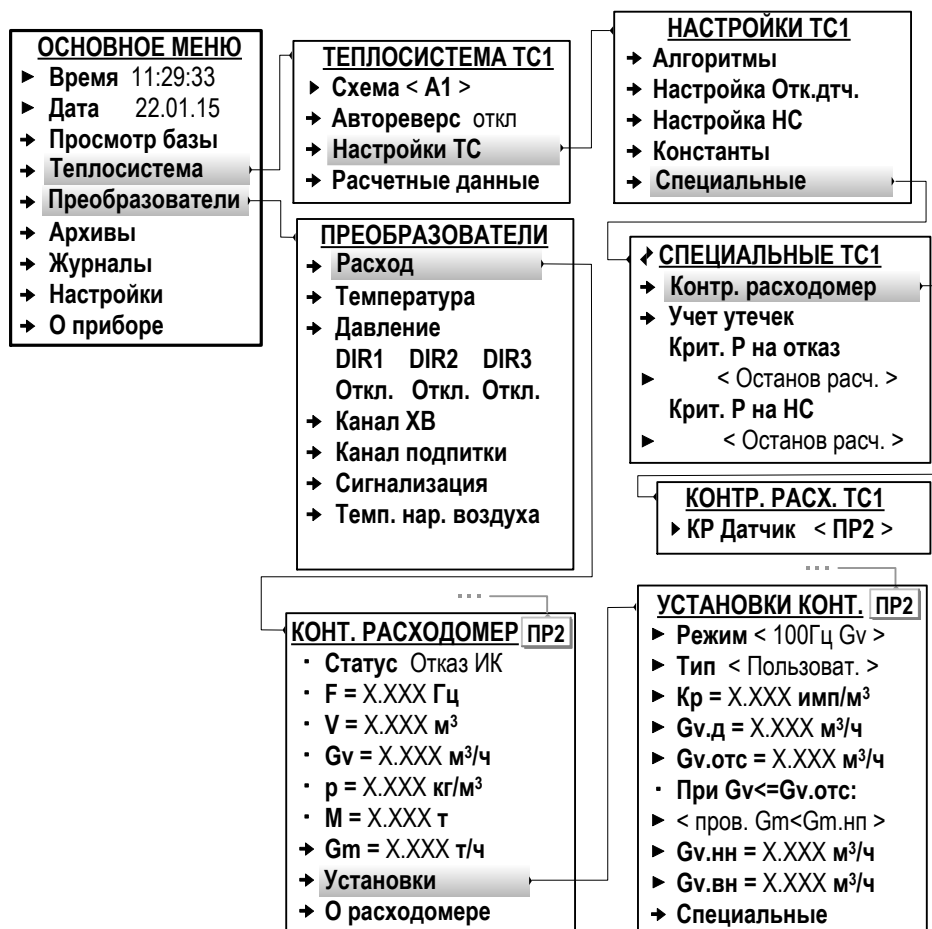

Рис.25. Вид меню настройки контрольного ПР (режим СЕРВИС).
7.5.2.5. Также для соответствующих схем теплоучета (в которых такая возможность предусмотрена) может быть назначен «контрольный» расходомер. Необходимые настройки выполняются в меню **Теплосистема / Настройки ТС / Специальные / Контр. расходомер** (рис.25): для параметра **КР Датчик** из списка выбирается и устанавливается значение **ПР2** (либо **ПР1, ПР3, ПР4**).
После чего в меню **Преобразователи / Расход / Установки** в окне индикации **УСТАНОВКИ КОНТ. ПР2** (либо **ПР1, ПР3, ПР4**) становятся доступными установочные параметры для назначенного «контрольного» преобразователя расхода (рис.25).